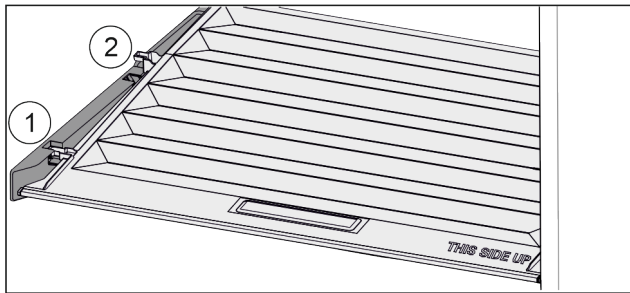

Fig. 45
- ▶ Vedä kantta kiinnikkeissä olevaan aukkoon saakka eteenpäin Fig. 45 (1).
- ▶ Nosta sitä takaosasta ja ota se pois yläkautta Fig. 45 (2).